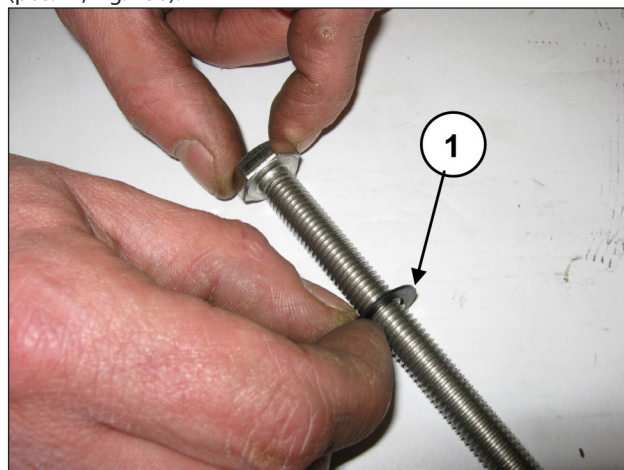

Fig. 136
Inserire la rosetta Ø10x18x0.9 nella vite fissaggio pistone (pos. ①, Fig. 136).